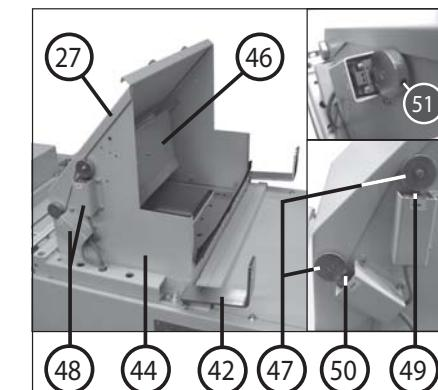

Fig. 5
- 44 = Tremonha (fig. 5)
- 46 = Chapa de comutação (fig. 5)
- 47 = Cames de comutação (fig. 5)
- 48 = Cobertura do interruptor (fig. 5)
- 49 = Interruptor final S8 (fig. 5)
- 50 = Interruptor final S9 (fig. 5)
- 51 = Pino rosado (fig. 5)